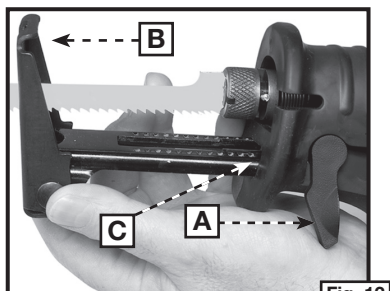
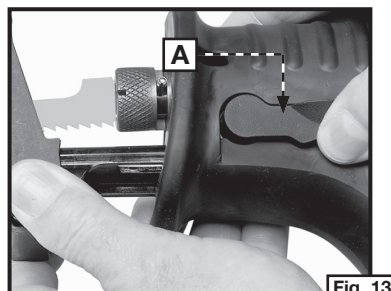

Fig. 12
Fig. 13
Pour ajuster, tourner le levier (A) Fig. 12. relâcher le soulier de guide de pivoting (B). Ajuster à la position désirée et au levier proche (A) Fig. 13. Le soulier de guide de pivoting de Quik Change™ de keyless est conçu avec une lèvres haussée (C) Fig. 12 à la fin qui empêche le soulier de guide de verrouiller en place s'il est hors étendu aussi loin. Après avoir ajusté, assure que le levier verrouillant est complètement rapproché la position fermée à clef (A) Fig. 12.